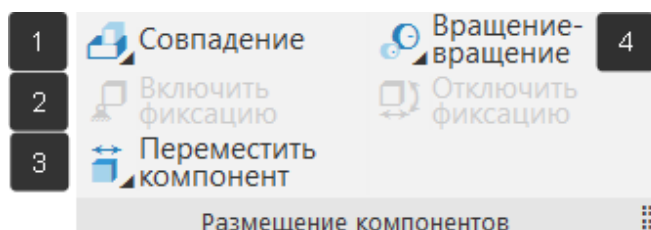

Рисунок 295 – Панель Размещение компонентов
Панель размещение компонентов (Рисунок 295) используется для:
5.1.3. Позиционирующие сопряжения (1) (Рисунок 295).
5.1.4. Фиксация компонентов (2) (Рисунок 295).
5.1.5. Перемещение компонентов (3) (Рисунок 295)
5.1.6. Сопряжения механической связи (4) (Рисунок 295).